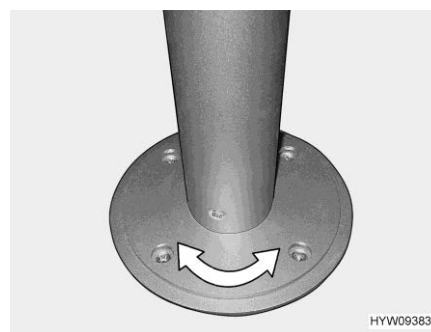

Fig. 85 Piede del tavolo a colonna (girevole)
- Ruotare il piano del tavolo nella posizione desiderata. A tale scopo occorre esercitare abbastanza forza, poiché il piano del tavolo ruota incontrando resistenza di attrito sul piede del tavolo a colonna (Fig. 85).